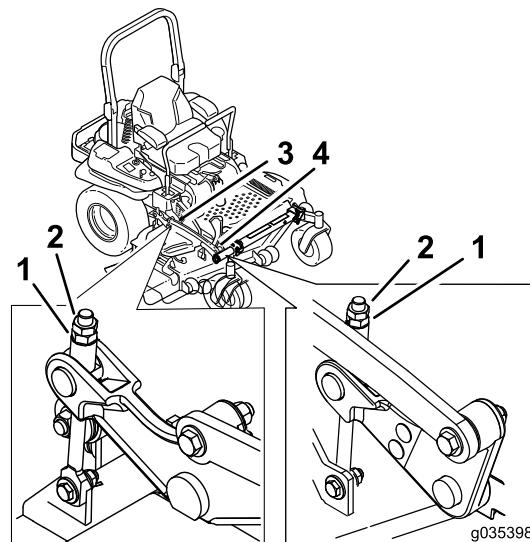

Figura 97
10. Mettete a punto il dado di regolazione sul gruppo di sollevamento del piatto di taglio anteriore ruotandolo (Figura 97).
16. Mettete a punto la vite di regolazione ruotando fino a un'altezza di 8,3 cm (vedere Figura 97).